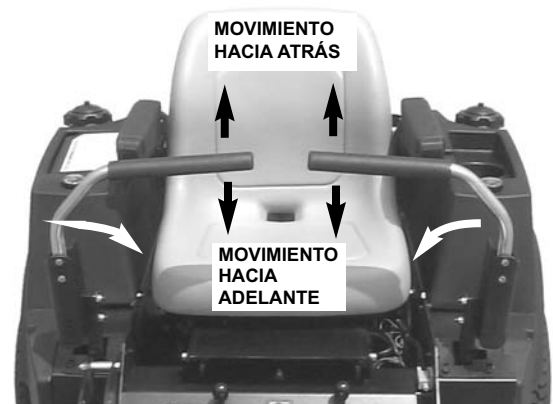

FIGURA 3.12
3. Baje las palancas de control de movimiento de sus posiciones de bloqueo en neutro. Vea la figura 3.12.
4. Mueva las palancas de control de movimiento suavemente y con cuidado en la dirección deseada. Vea la figura 3.12.